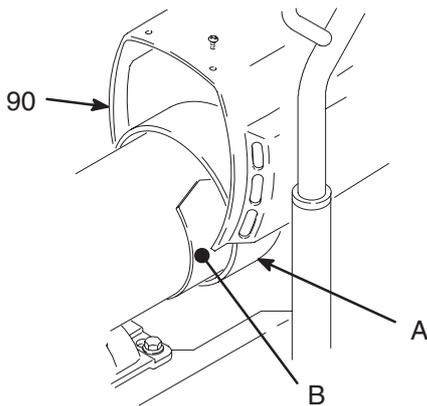

Abb. 2
5. Abb. 2. Motorabdeckung (90) und Inspektionsabdeckungen (B) entfernen.
4. Abb. 2. Motorabdeckung (90) entfernen. Inspektionsabdeckungen (B) und Dichtungen auf jeder Motorseite abnehmen.
16. Abb. 2. Dichtungen und Inspektionsabdeckungen (B) auf jeder Motorseite installieren. Motorabdeckung (90) installieren.